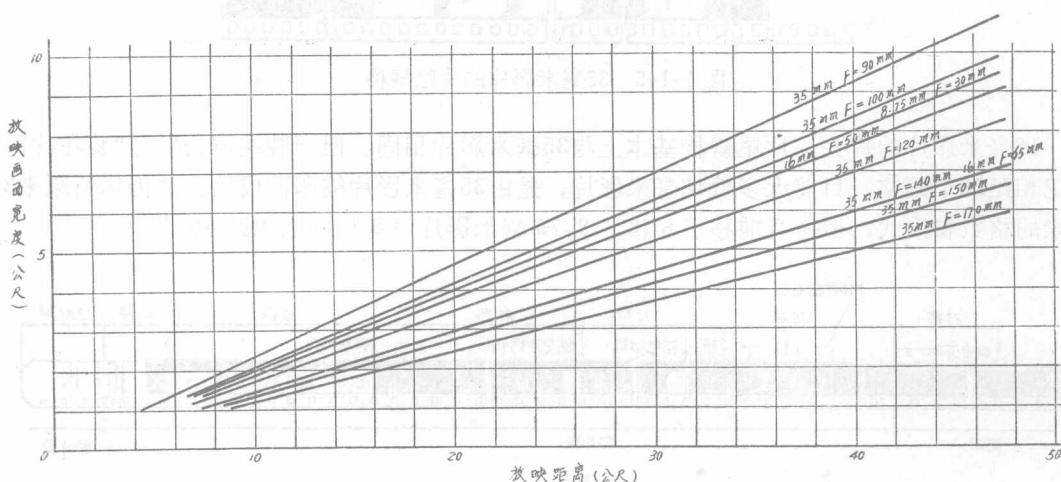

图 1-1-8
6.放映镜头：焦距 $F=120$ 毫米；放映机和银幕相距20米时，银幕上画面的宽度为3.5米，不同放映距离与放映画面宽度的关系见图1-1-8。
6. 放映镜头焦距 50 毫米。放映距离与放映画面宽度关系见图 1-1-8。
它的用电要求与“八一” 16 毫米放映机基本相同，它的还音激励灯泡是 4 伏 3 瓦，激励灯泡电源由扩音机内硒整流器供给。扩音机额定输出功率 10 瓦，最大输出功率 15 瓦，输出阻抗 32 欧姆，监听输出阻抗 15 Ω。后期出厂的额定功率 15 瓦，最大输出是 20 瓦。放映镜头焦距有 50 毫米和 65 毫米两种，放映距离与放映画面宽度见图 1-1-8。